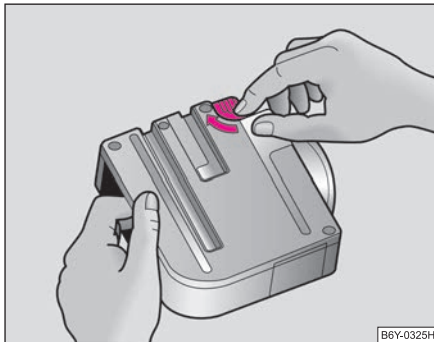

Abb. 101 CDs entnehmen
- Drehen Sie den Freigabehebel in Pfeilrichtung ⇒ Abb. 101.